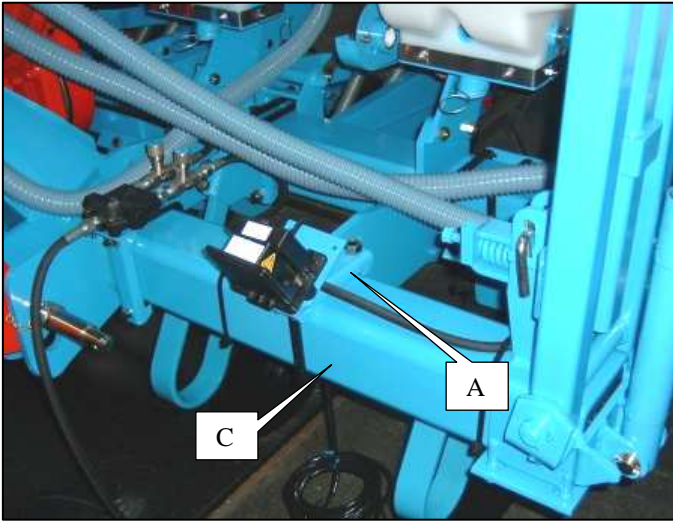
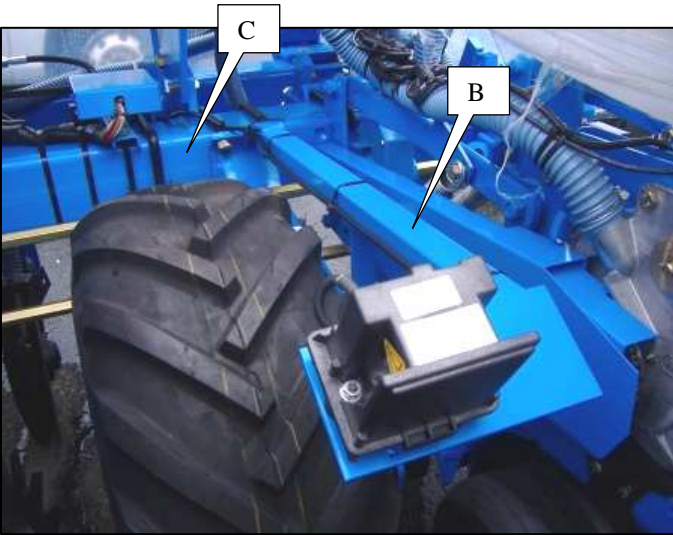

Fig. 1
Fig. 2
- Ajustar la posición del captador con las dos tuercas de bloqueo A (fig. 2) de tal manera que **el extremo del captador se encuentre a una distancia de 1,5 a 2,5 mm de la arista del árbol hexagonal.**
-**Nei modelli MECA V4, MS, NC e NG+**, montare la scatola sensore E (fig. 2) sulla trave del telaio con la staffa e i chiodi forniti in dotazione.
-Aggiustare la posizione del sensore con le due viti di fissaggio A (fig. 2) in modo tale che **l'estremità del sensore si trovi a 1,5 - 2,5 mm dall'arresto dell'albero esagonale.**
Le kit de montage comprend un support de fixation sur semoir A (Fig.1) ou un support de fixation sur bloc roue B (Fig.2)
-Installer le support sur le châssis du semoir C (voir Fig.1 et 2).
The assembly kit includes a mounting A (Fig.1) or B (Fig.2).
The assembly kit includes a securing bracket on the seeder A (Fig.1) or a securing bracket on the wheel unit B (Fig.2)